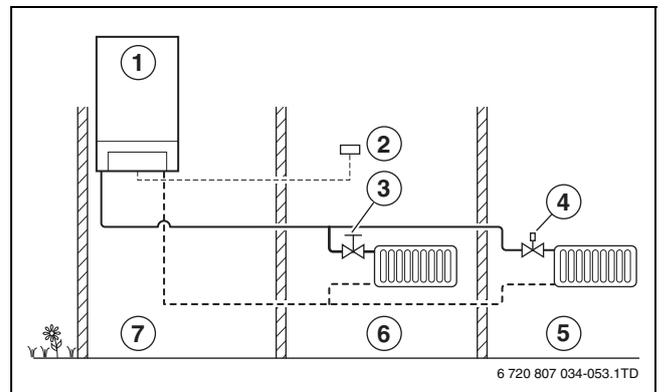

Рис. 23 Регулирование по комнатной температуре
- При регулировании по комнатной температуре требуемая температура в 1 помещении регулируется установленным в нём пультом управления (комнатным регулятором). Для правильного регулирования температуры отопительные приборы должны иметь ручные или термостатические вентили должны быть полностью открыты (→ рис. 23).